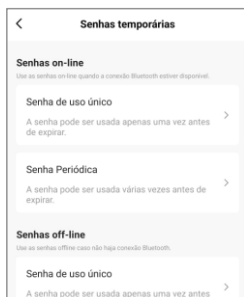

Figura 30
5. Na próxima tela, selecione a opção desejada para criar uma nova senha dinâmica online (figura 30):